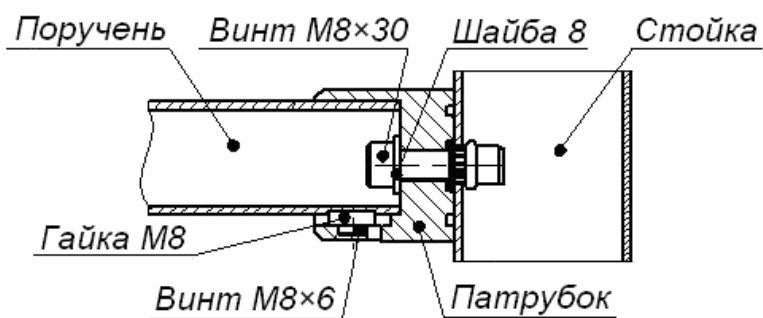

Рисунок 9. Схема крепления поручней к стойкам ограждения с использованием прямого патрубка ВН02 0-10
2. На стойках секции закрепите винтами М8×30 патрубки **BH02 0-10(11)** для крепления поручней (см. рис. 9, 10). Винты входят в комплект поставки патрубков.
2. На обеих стойках секции закрепите винтами М8×30 патрубки **BH02 0-10(11)** для крепления поручней (см. рис. 9, 10). Винты входят в комплект поставки патрубков.